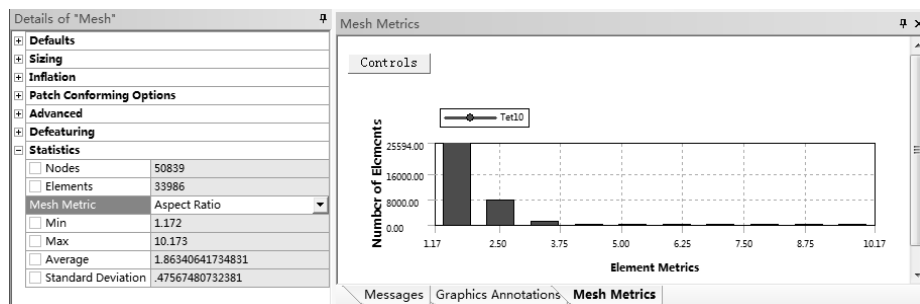

图 3-59 Aspect Ratio (网格宽高比) 图表
(2) Aspect Ratio (网格宽高比) 在【Mesh Metric】下拉列表中选择【Aspect Ratio】, 在信息栏中出现【Mesh Metrics】窗口, 显示网格质量划分图表, 如图 3-59 所示。图中横坐标显示网格宽高比值, 网格质量由好到坏, 纵坐标显示的是网格数量, 网格数量与矩形条的高度成正比。